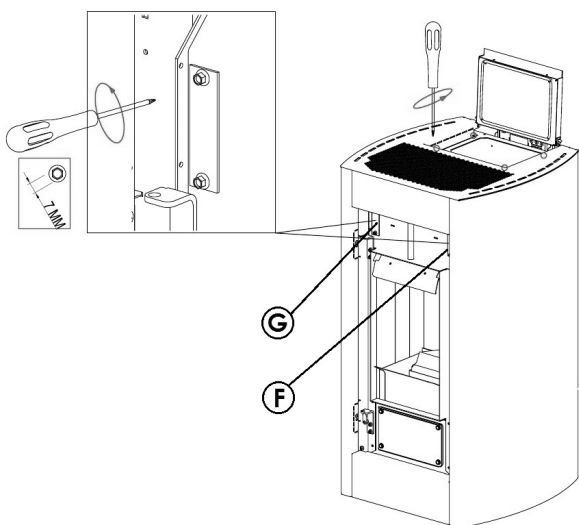

Fig. 83 - Verwijdering van de platen
- Als de kachel koud is, de deur openen en de plaat "F" verwijderen door de twee schroeven te verwijderen (zie **Fig. 83**).